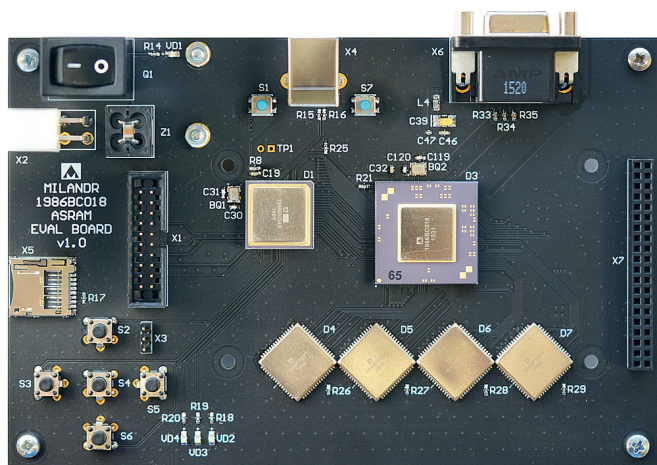

Рис. 2. Демонстрационная плата для микросхемы контроллера видеоадаптера 1986BC018 с четырьмя микросхемами асинхронного СОЗУ 1645PY6(Y1)
- демонстрационная плата с внешней асинхронной статической оперативной памятью (четыре микросхемы 1645PY6(Y1)) (рис. 2);